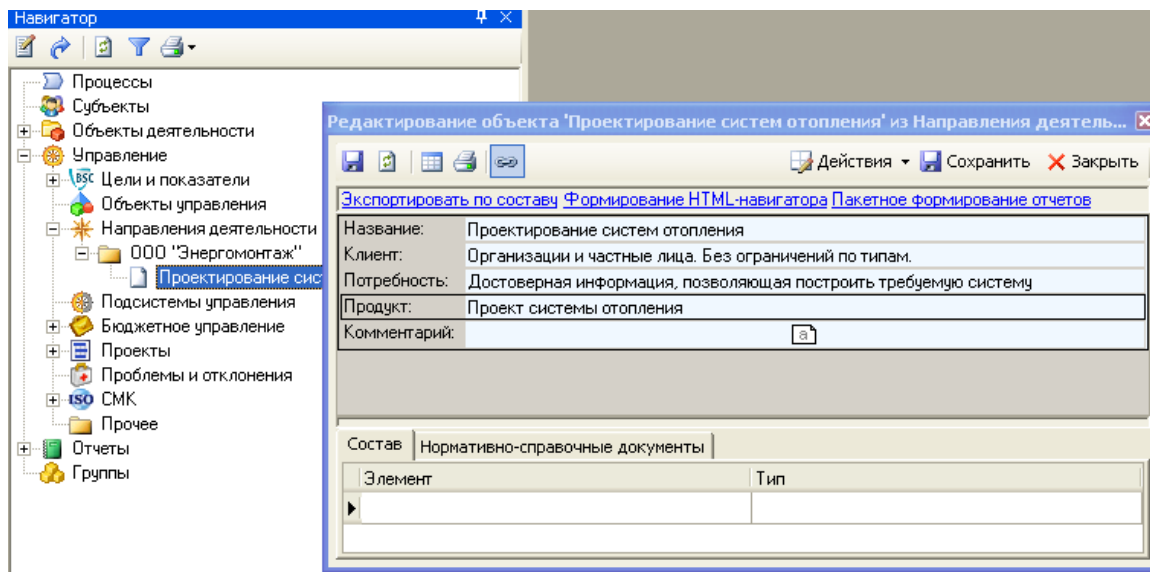

Рисунок 9 – Внешний вид окна редактирования элемента *Проектирование систем отопления*
6. Введите описание направления деятельности *Проектирование систем отопления* (рисунок 9).